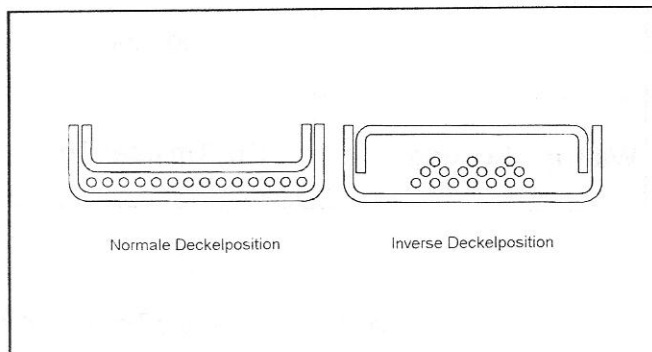

Abbildung 2.2 — Deckelpositionen für nichthermetische Tiegel
- Verwenden Sie die normale Deckelposition (konkave Seite des Deckels nach oben; s. Abbildung 2.2 links), wenn die Probe in Form eines Pulvers, Granulats oder flachen Festkörpers vorliegt.
- Verwenden Sie die inverse Deckelposition (konkave Seite des Deckels nach unten; s. Abbildung 2.2 rechts), wenn die Probe sperrig oder sehr groß ist.